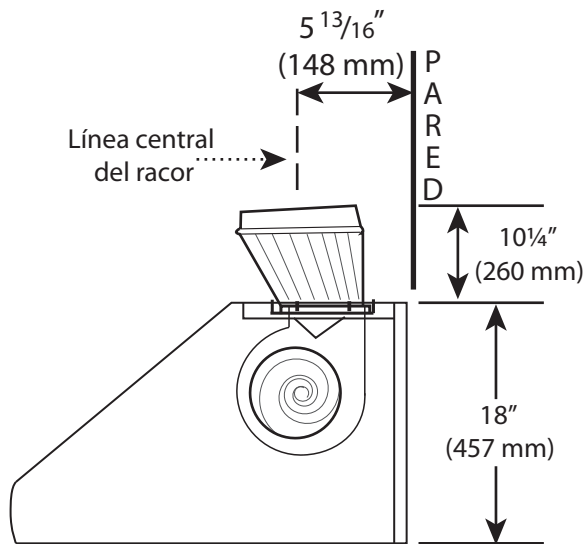

Figura 11: Línea central del racor para una salida vertical
La *Figura 11* muestra la campana configurada para una salida vertical. Se debe hacer una abertura en el techo, por la que pasarán un conducto de 10 pulg. (254 mm) y un tubo protector de ½ pulg. (13 mm) con los cables que alimentan el aparato, para la instalaciones que necesiten este método.
13. Antes de colgar la campana, instale el racor, como se muestra en la *Figura 10* o la *Figura 11*. Fije el racor con dos tornillos para chapas de 3/8 pulg. (proporcionados) y cinta de aluminio, conforme a los códigos vigentes.